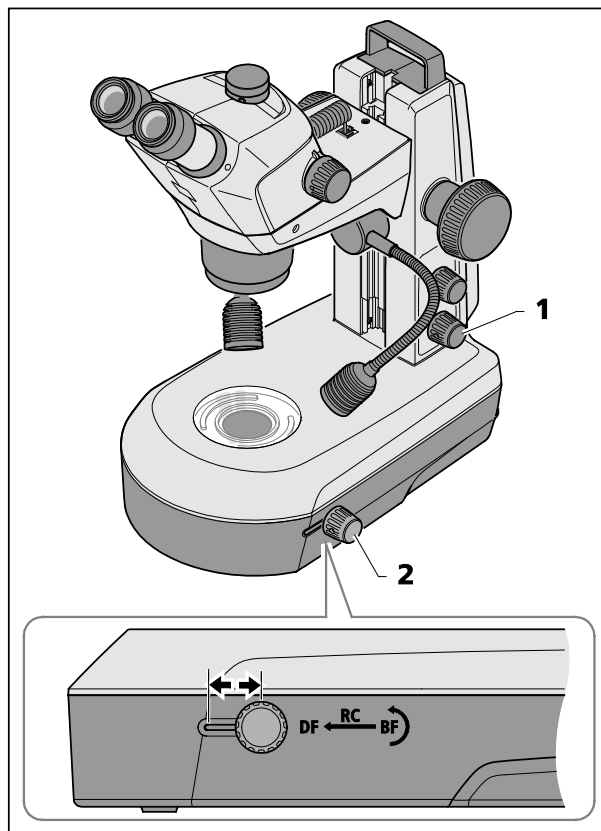

図 26 透過光ユニット (スタンド内) K LAB
- 下側の回転ボタン (図 26/1) を押して、透過光をオンにします。
- 回転/スライドボタン (図 26/2) を後ろ側の位置にスライドして、明視野 (BF) に調整します。
- 回転/スライドボタン (図 26/2) を回して、透明/反射鏡を旋回する、あるいは角度を調整します。
- 回転/スライドボタン (図 26/2) を前側の位置にスライドして、暗視野照明 (DF) に切り替えます。
回転/スライドボタン (図 26/2) を中央の位置にスライドし、鏡を傾けると、斜光効果 (RC) が生じ、これは無色の対象物の構造を見えるようにするのに最適です。